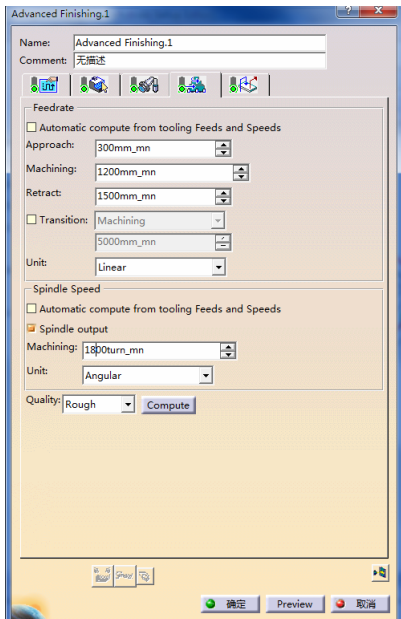

图 3-236 进给率参数选项卡（11）
4) 定义进给率。单击“Advanced Finishing.1”对话框中的，切换到进给率参数选项卡（11），如图 3-236 所示。